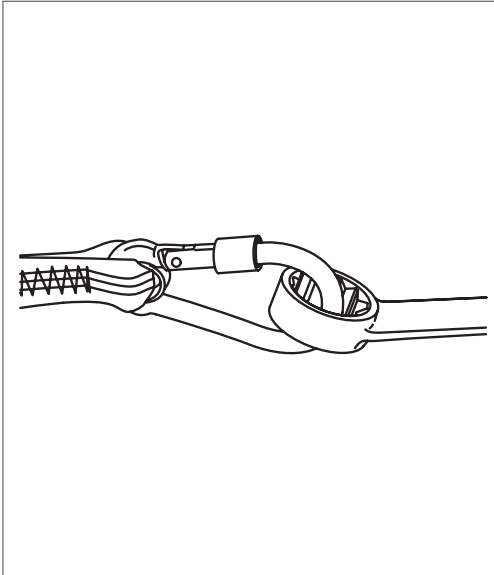

Fig. 1
1. Fixer le mousqueton au point de fixation d'un outil, puis s'assurer que le mousqueton est verrouillé. (Figure 1)
1. Fixer un mousqueton à l'une des extrémités de la longe pour outils au point de fixation d'un outil, puis s'assurer que le mousqueton est verrouillé. (Figure 1)